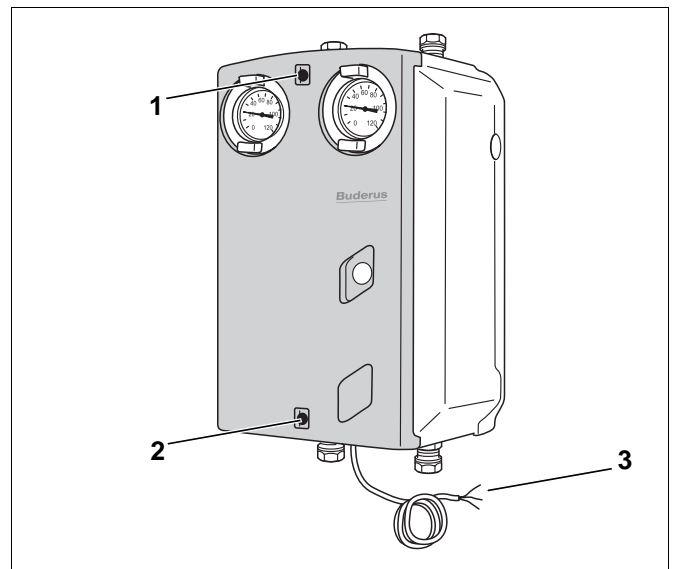

Abb. 5 Demontage - vorderer Wärmeschutz
- Verwenden Sie zur Regelung den Steckdosenregler Logamatic SR 2, so ist der Schukostecker an die Anschlussleitung der Umwälzpumpe (Abb. 5, Pos. 3) anzuschließen.
- Haube der Komplettstation (mit vorderem Wärmeschutz) entfernen. Hierzu müssen die beiden Kunststoffschrauben gelöst werden (Abb. 5, **Pos. 1 u. 2**).